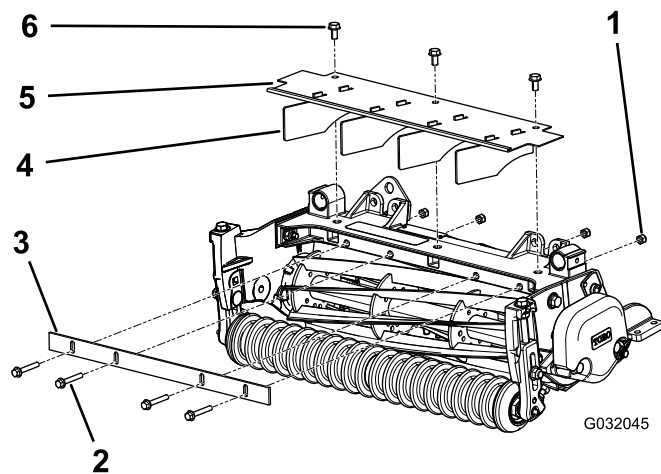

Figura 6
- Montate senza fissare la barra di taglio sul telaio dell'apparato di taglio con 4 bulloni (1/4 x 1-3/4 poll.) e 4 dadi di bloccaggio (1/4 poll.); fate riferimento alla Figura 6.
- Serrate i bulloni e i dadi di bloccaggio (Figura 6).
1. Rimuovete i 3 bulloni a testa flangiata che fissano il carter dell'erba al telaio dell'apparato di taglio (Figura 6).